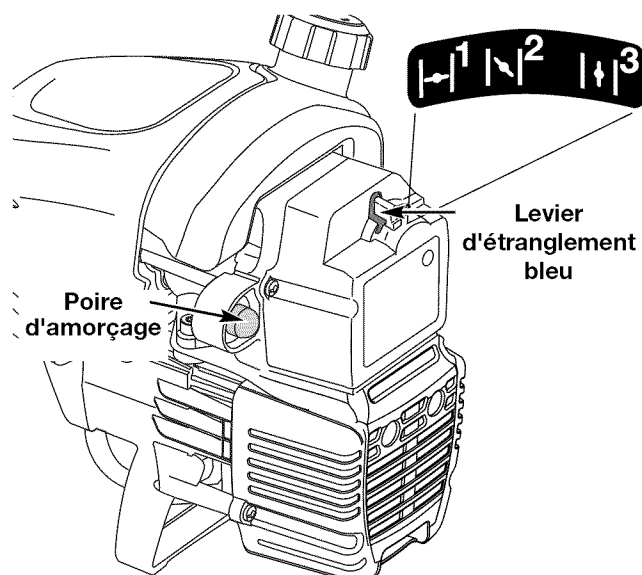

Fig. 20
2. Pressez et relâchez la poire d'amorçage à 10 reprises, lentement. Une certaine quantité d'essence **devrait être visible dans la poire d'amorçage** et les conduites d'essence (Fig. 20). Si vous n'apercevez pas d'essence dans la poire, pressez et relâchez la poire autant de fois qu'il le faut pour y voir de l'essence.
3. Placez le levier d'étranglement bleu en **position 1** (Fig. 20).
5. Placez le levier d'étranglement bleu en **position 2** (Fig. 20).
8. Placez le levier d'étranglement bleu en **position 3** (Fig. 20). La machine est prête à être utilisée.
**SI...** le moteur hésite, remettez le levier en **position 2** (Fig. 20) et continuez à le chauffer.